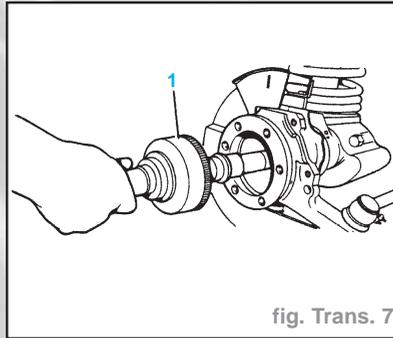

fig. Trans. 7
- Déposer le pare-boue (2).
- Déposer la fusée (3) et la rondelle d'étanchéité.
- Extraire l'arbre de roue (1) et le joint homocinétique de la trompette de l'essieu (Fig. Trans. 7).